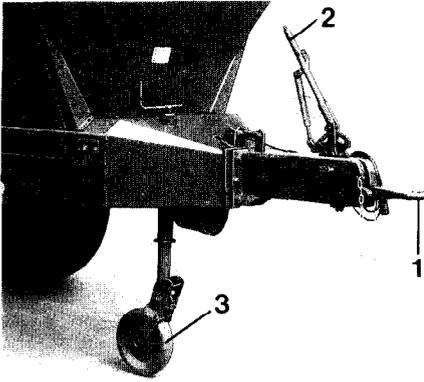
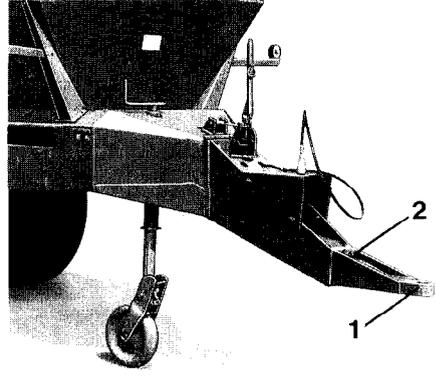
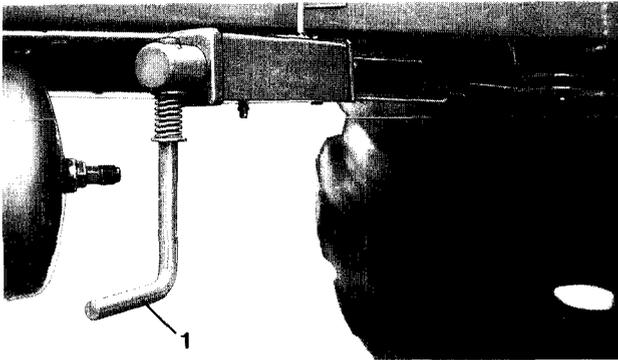
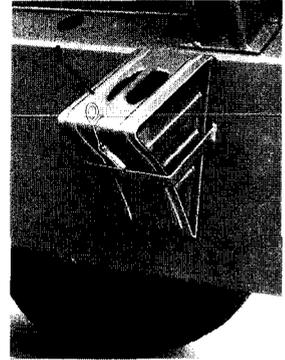

Fig. 12
Fig. 13
Fig. 14
Fig. 15
Die Deichsel (Fig. 12/1) des Großflächenstreuers ist im Zugmaul des Schleppers zu befestigen. Für Schlepper, die mit einer Hitch-Kupplung ausgerüstet sind, ist eine geeignete Deichsel (Fig. 13/1) lieferbar. Der ZG-B sollte etwa waagrecht, d. h. mit parallel zum Boden verlaufenden Rahmen am Schlepper angehängt werden. Um dies zu erreichen, läßt sich die Zugöse an der gekröpften Deichsel für die Hitch-Kupplung in der Höhe um 100 mm verstellen. Dazu ist die Zugöse an den vier Befestigungsschrauben (Fig. 13/2) zu lösen, um 180° zu verdrehen und wieder fest anzuschrauben ( Anzugsmoment 540 Nm ).
3. Vor dem Abkuppeln des Großflächenstreuers vom Schlepper ist die Feststellbremse (Fig. 12/2) anzuziehen und das Stützrad (Fig. 12/3) nach unten zu drehen. Die Betätigung der Feststellbremse kann bei einigen Großflächenstreuern mit Druckluftbremse auch über eine Kurbel (Fig. 14/1) seitlich am Fahrzeug erfolgen. Zusätzlich ist der ZG-B mit zwei Bremsklötzen (Fig. 15/1) gegen unbeabsichtigtes Wegrollen zu sichern. Zum Transport ist jeder Bremsklotz in einer Halterung am Rahmen befestigt und mit einer Feder gesichert.
Das Stützrad (Fig. 12/3) dient zum Abstellen des Großflächenstreuers. Beim Transport ist das Stützrad mit der Kurbel (Fig. 12/4) nach oben zu drehen.